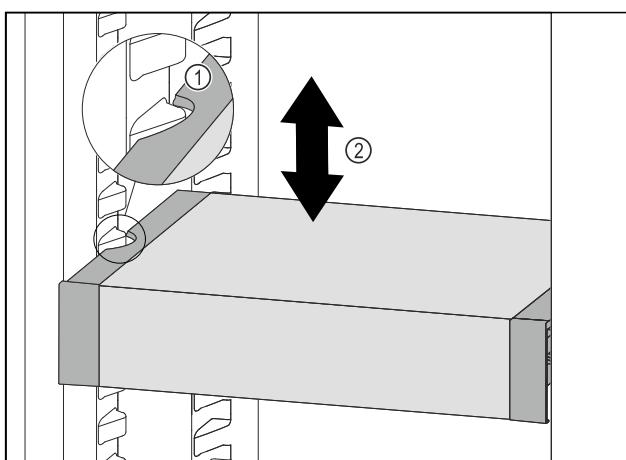

Fig. 146
- ▶ 向前移动 VarioSafe，直到 VarioSafe 两侧的凹槽与冷藏区中的容器肋梁持平。Fig. 146 (1)
- ▶ 在冷藏区中向上或向下移动 VarioSafe，直至所需高度。Fig. 146 (2)